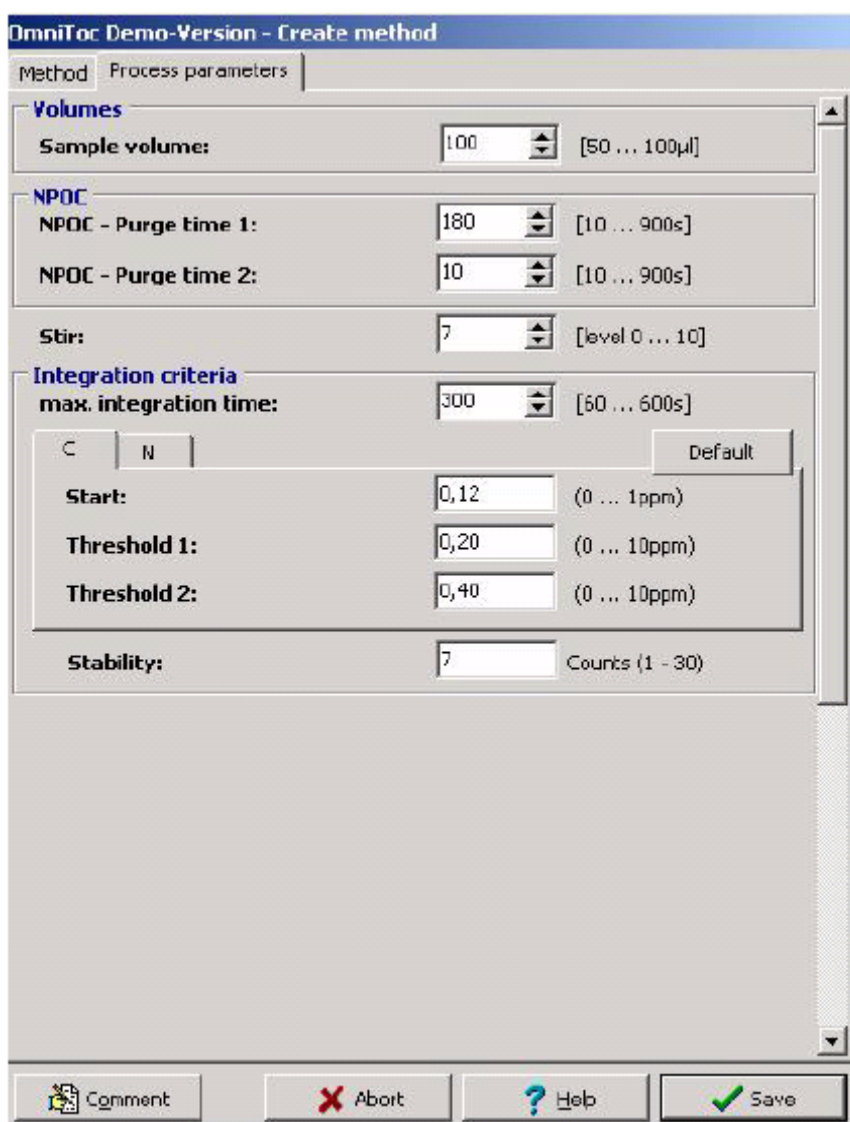

图35 Create Method（创建方法）窗口——Process Parameters（参数设置）选项卡
8. 在**Process Parameter**（参数设置）选项卡（图35）下，在**Volume and Sample Volume**（体积和样品体积）下的框中输入样品体积。